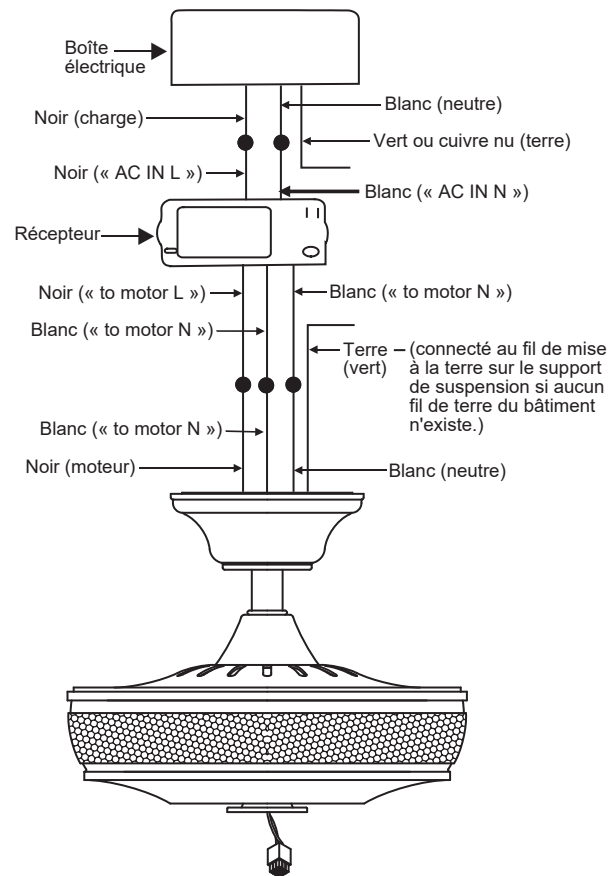

Fig. 14
Étape 2. Connexions électriques Moteur à récepteur : (Fig. 14)
Étape 3. (Fig. 14) Récepteur pour héberger les connexions de l'alimentation électrique du bâtiment :
Étape 4. (Fig. 14) . Si votre boîte électrique comporte un fil de mise à la terre (vert ou cuivre nu) connecter-le au fil de mise à la terre du ventilateur; sinon, connecter le fil de mise à la terre de la bride de suspension au support de montage. Sécuriser chaque connexion de fils à l'aide des écrous à fils en plastique fournis dans le sac de pièces. Après avoir complété la connexion des fils, les séparer de manière à ce que les fils vert et blanc soient d'un côté de la boîte électrique alors que les fils noir et bleu sont de l'autre côté de la boîte. Pousser délicatement les connexions de fils dans la boîte électrique.